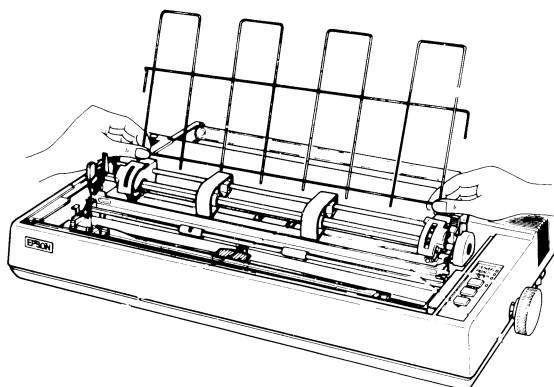

Fig 3.7 Montering av pappersseparatorn
- 2) Montera pappersseparatorn genom att fästa de två krokarna på skrivmekanismen och dra bakåt enligt fig 3.7.